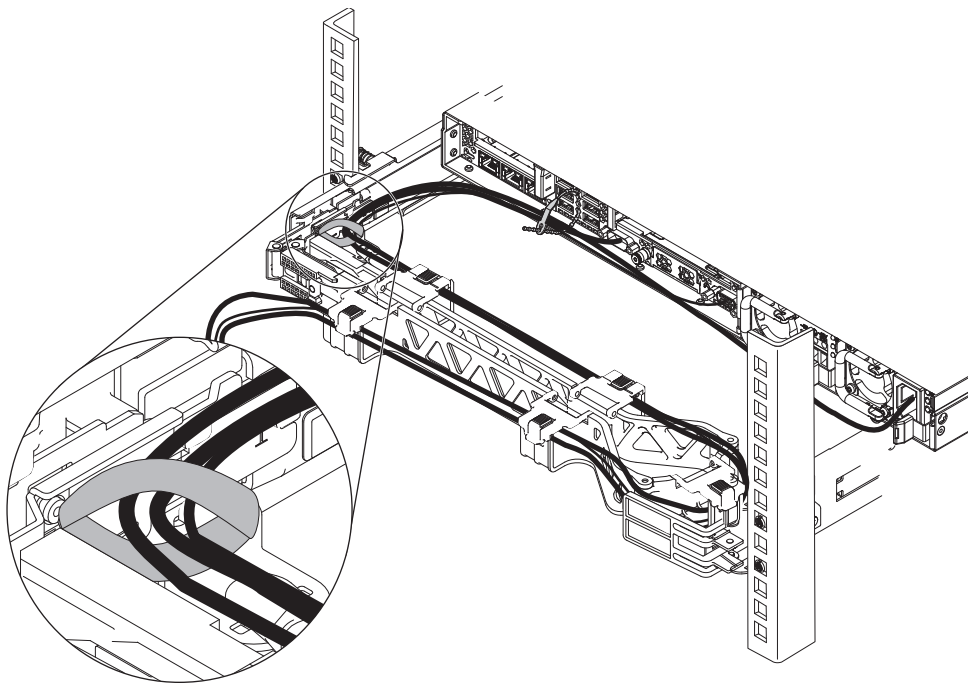

図 10. 面ファスナー・バンドの切り離し
3. 30 ページの図 10 に示すように、面ファスナー・バンドを切り離します。